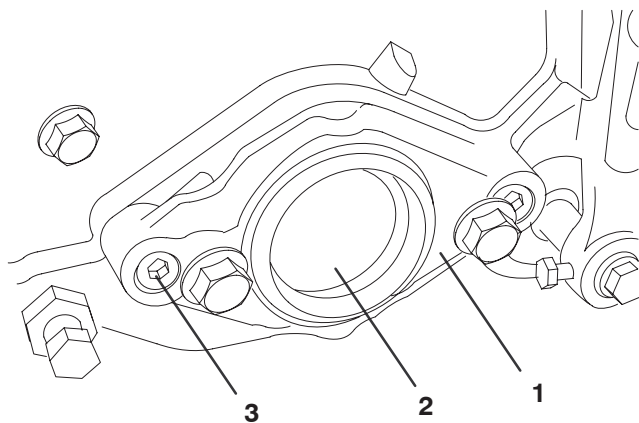

Figure 14
- B. À l'extrémité droite du plateau de coupe, retirez l'obturateur en plastique du logement des roulements (Fig. 14).
- C. Retirez les 2 vis Allen qui fixent le support du moteur sur l'extrémité droite du plateau de coupe. Déposez le support du moteur (Fig. 14).